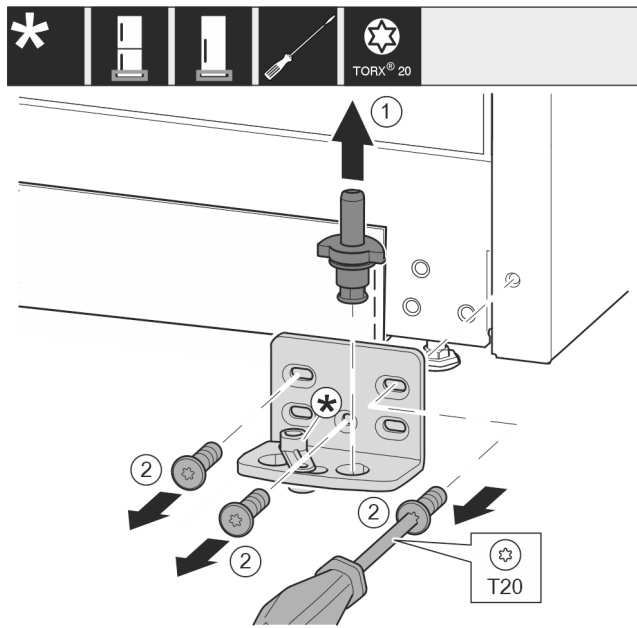

Fig. 13
- Tõmmake laagripolt Fig. 13 (1) tervikuna ülespoole välja.
- Keerake kruvid Fig. 13 (2) kruvikeerajaga välja ja võtke laagripukk maha.